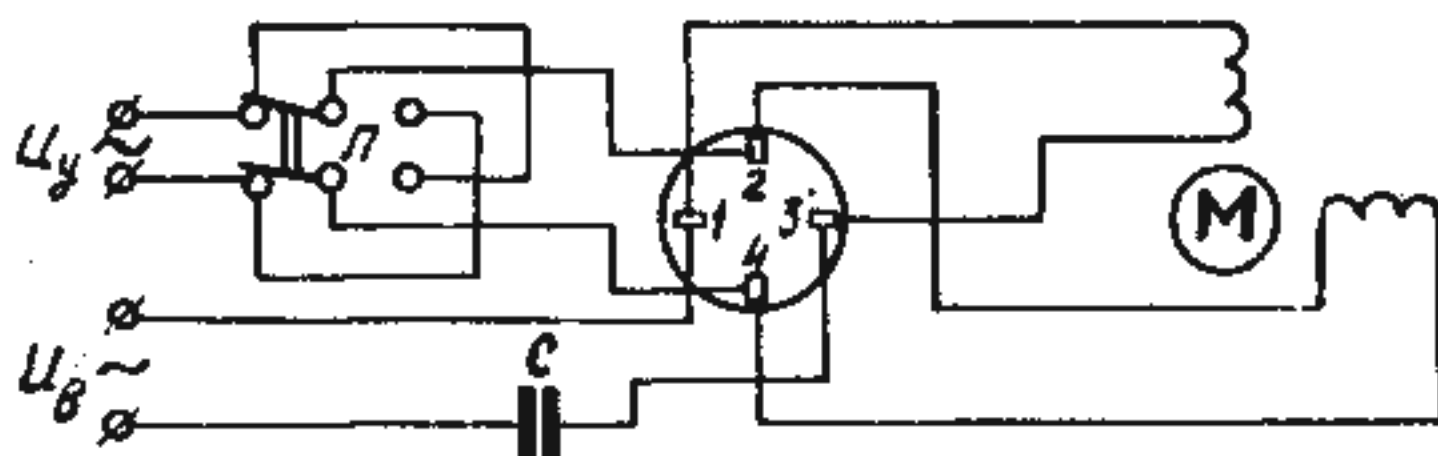
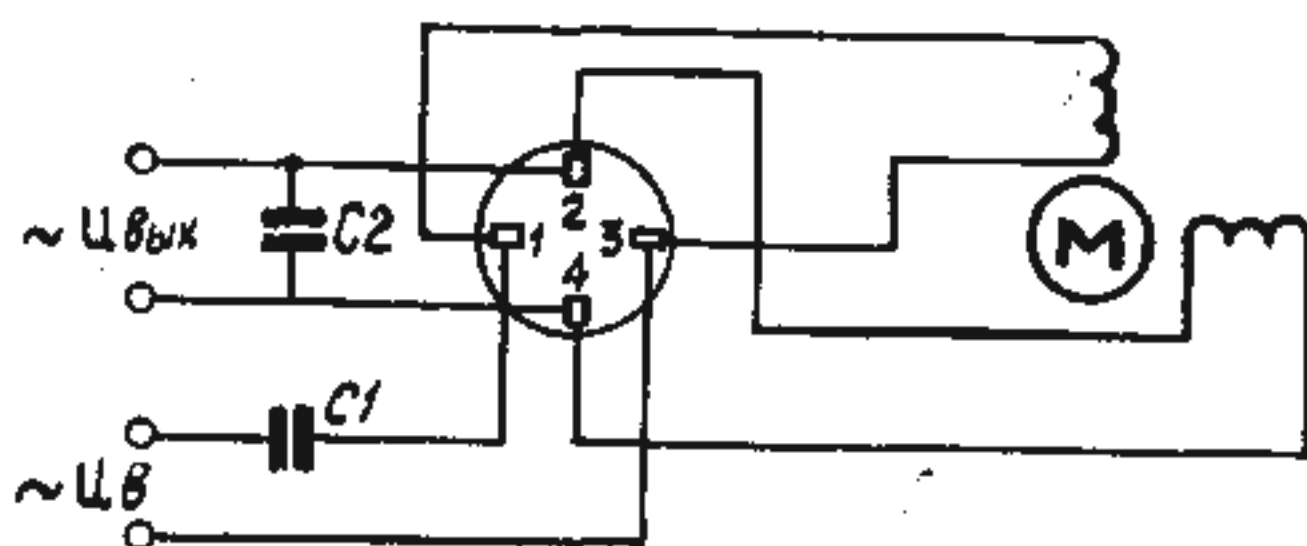

Рис. 3. Схема электрическая соединений при работе от сети:
Рис. 4. Схема электрическая соединений при работе
Концы обмоток выведены на клеммник 3, установленный на корпусе двигателя. Распайка концов обмоток — согласно схеме рис. 3 или рис. 4. Клеммник закрывается крышкой 6.
Электродвигатели серии Д предназначены для работы от сети переменного тока 220 или 127 В частотой 50 (60) Гц. Схема включения электродвигателя при работе от сети приведена на рис. 3. Переключатель П служит для реверсирования электродвигателя, конденсатор С — для сдвига фазы питающего напряжения, необходимого для создания в зазоре вращающегося магнитного поля. При двух парах полюсов и частоте питающего напряжения 50 Гц скорость вращающегося поля равна 1500 об/мин.
При работе электродвигателя в схеме с электронным или полупроводниковым усилителем обмотка возбуждения включается в сеть напряжением U_v через фазосдвигающий конденсатор С1, а обмотка управления — к выходу $U_{вых}$ электронного или полупроводникового усилителя (рис. 4). Емкость конденсатора С2 в цепи управления зависит от типа двигателей и управляющего усилителя, например: для двигателей Д-32П1, Д-83П1 и Д-219П1, работающих с усилителем УПД, емкость должна быть соответственно 100, 200 и 200 мкФ; для двигателей Д-32П2, Д-83П2 и т. п., работающих с усилителем УПМ, — 15 мкФ.
Для присоединения внешних проводов снять крышку клеммной колодки и припаять проводники к контактным лепесткам по одной из схем, приведенных на рис. 3, 4.